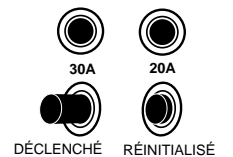

FIGURE 14
Les disjoncteurs de prise protègent les prises de courant. Une surcharge de la génératrice entraîne le déclenchement (position déclenchée illustrée à la figure 14) des disjoncteurs thermiques (C). Dans un tel cas, débrancher les charges électriques de toutes les prises de courant. Laisser le disjoncteur refroidir. Appuyer sur le disjoncteur thermique pour le réinitialiser.